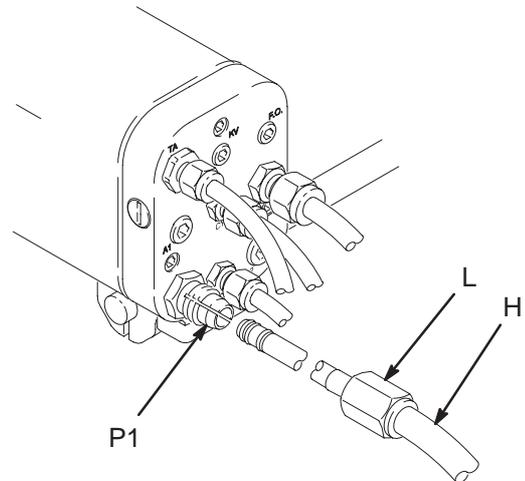

Fig. 11
2. Inspeccione el estado de las juntas tóricas (G) en el conector barbado de la manguera. Reemplace las juntas tóricas si están desgastadas o dañadas.
3. Desenrosque la tuerca de alivio de la tensión (L) del conector de entrada de producto (P1), Y deslice la tuerca sobre la manguera (H). Vea la Fig. 11.